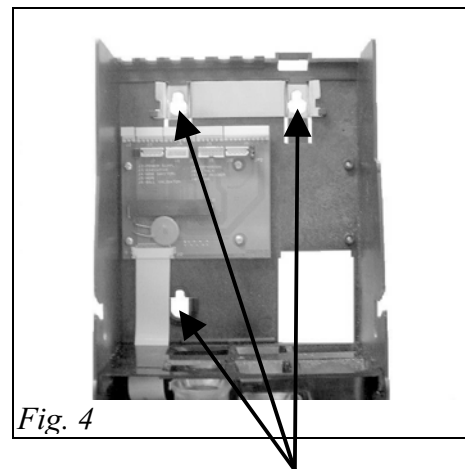

Fig. 4
5. Fixez le système rendu aux supports prévus sur le dos de la machine (Fig. 4).